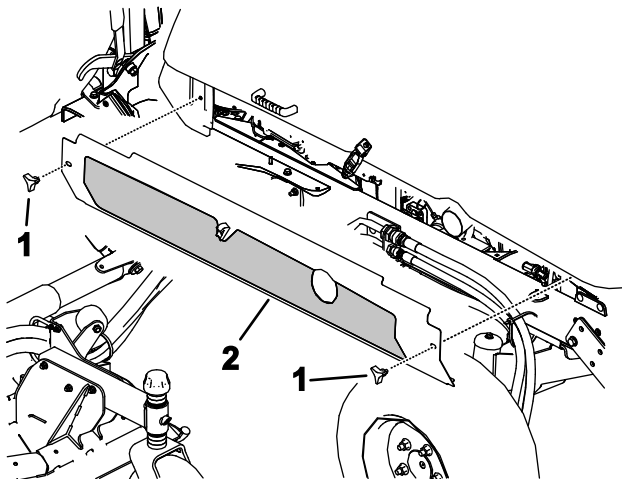

Figure 80
4. Desserrez les boutons et déposez les deux tôles de protection latérales (Figure 80).